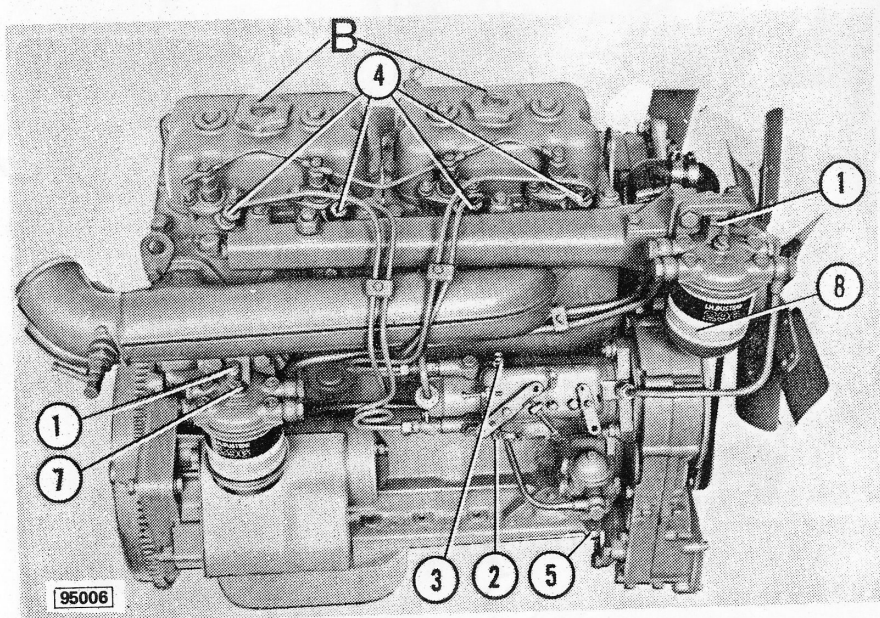

Fig. 8
Se desface șurubul central (de fixare) (7 fig. 8) al filtrului de motorină și se scoate cartușul filtrant. Dacă, după înlocuirea elementului filtrant, alimentarea cu motorină nu este satisfăcătoare, se va proceda și la înlocuirea elementului filtrant al celui de al doilea filtru (8 fig. 8). Această înlocuire trebuie făcută de către personalul specializat al atelierelor "Service".
20. INLOCUIREA CARTUSULUI FILTRANT AL FILTRULUI DE SIGURANTA (8 fig. 8)